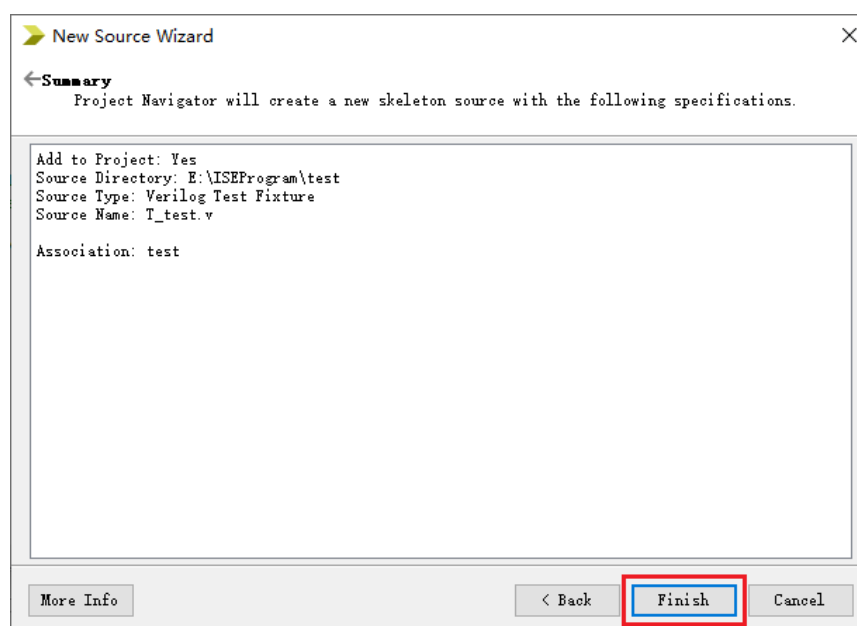

图 2-20 完成仿真激励文件的创建
4) 确认信息无误后，点击“Finish”按钮完成仿真激励文件的创建，如图 2-20 所示。